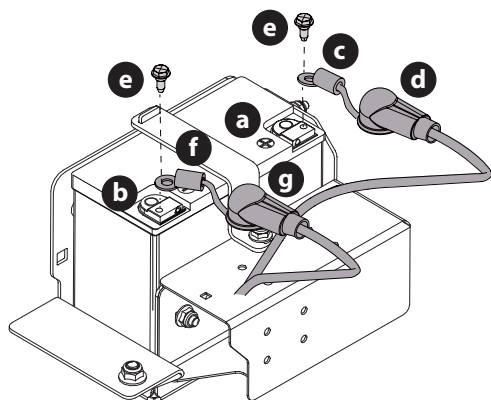

Figure 20
NOTE : la borne positive de la batterie est marquée POS. (+) (a). La borne négative de la batterie est marquée NEG. (-) (b) (Figure 20).
2. Faites glisser la gaine rouge (d) de la borne positive de la batterie (a) et fixez le câble rouge (c) à l'aide du boulon de montage vertical (e) (Figure 20).
3. Placez la gaine rouge (d) sur la borne positive de la batterie (a) pour l'isoler et la protéger de la corrosion (Figure 20).
4. Faites glisser la gaine noire (g) de la borne négative de la batterie (b) et fixez le câble noir (f) à la borne négative de la batterie (b) à l'aide du boulon de montage vertical (e) (Figure 20).
5. Placez la gaine noire (g) sur la borne négative de la batterie (b) pour l'isoler et la protéger de la corrosion (Figure 20).